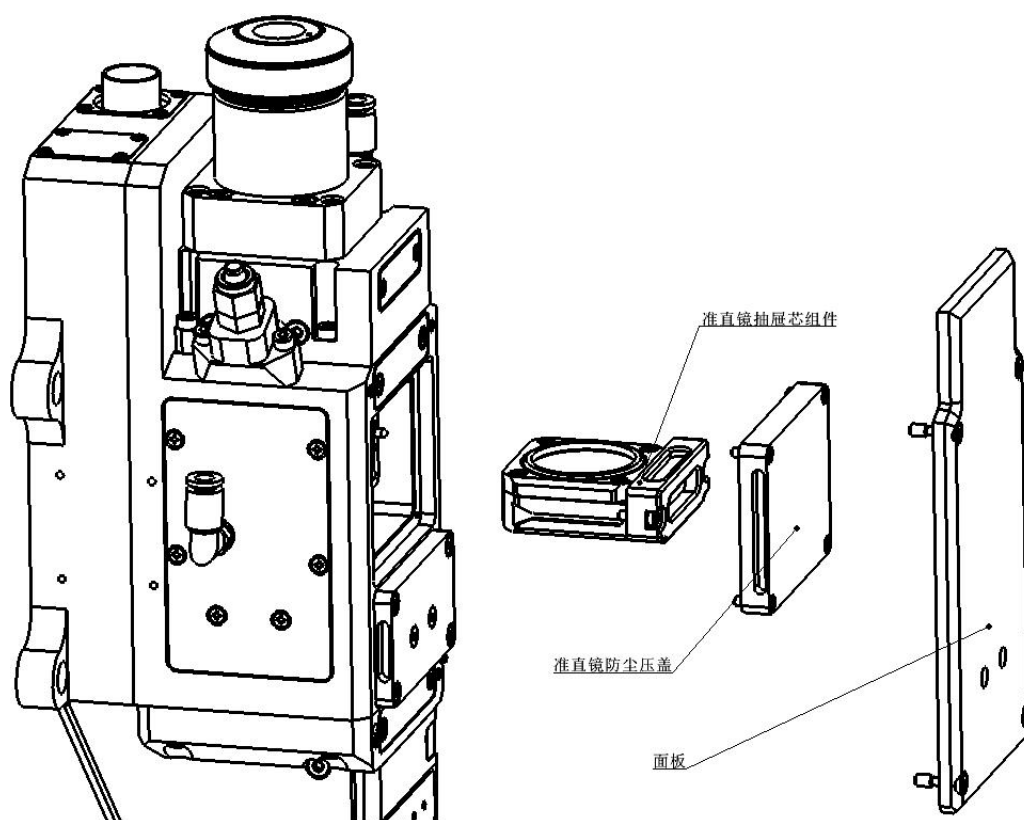

图 5.5 — 拆准直抽屉芯组件
- 拆下面板，拆下准直镜防尘压盖（如图 5.5 所示），拧松准直镜抽屉芯上2个螺钉，抽出准直镜抽屉芯